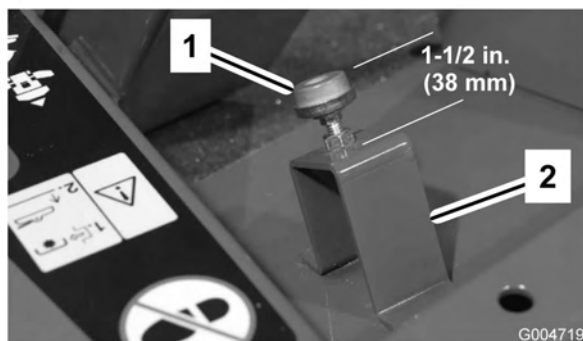

Figura 67
2. Verifique o ajuste do batente do pedal de tracção. A distância entre a posição de repouso e o topo do batente tem de ser de 38 mm (Figura 67). Desaperte as porcas e efectue os ajustes necessários.